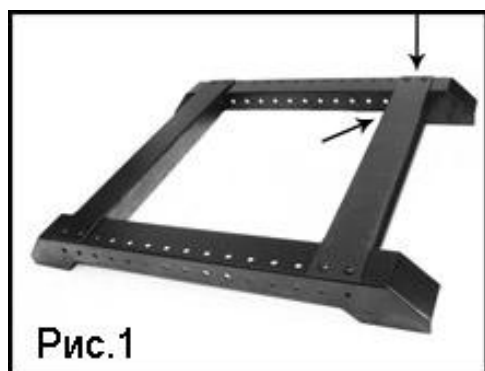

Рис.1
1. Сборка силовой опоры (Рис.1).